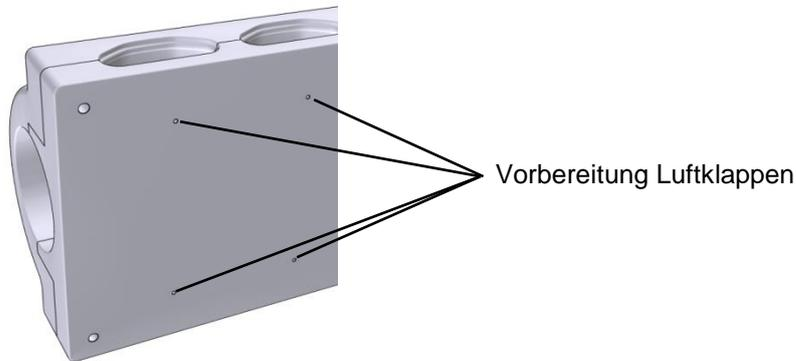

Abb. 20 Nicht erforderliche Vorbereitungen durch Klebepunkte verschließen
- Verschließen Sie zunächst auf der Rückseite des Luftverteilers alle nicht benötigten Luftklappenvorbereitungen mit den mitgelieferten Gewebeklebebanden (siehe Abb. 20). Entnehmen Sie Ihren Planungsunterlagen, welche Auslässe mit einer Luftklappe versehen werden.